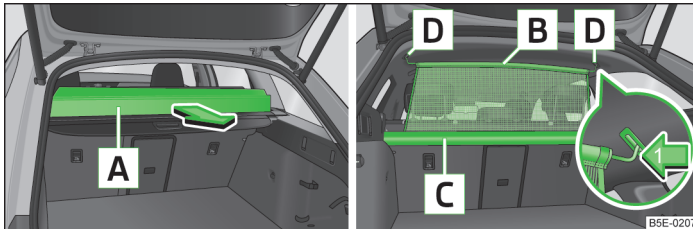
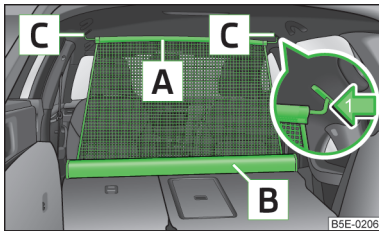

Abb. 100 Teil der aufrollbaren Gepäckraumabdeckung aufklappen / Netztrennwand hinter den Rücksitzen im herausgezogenen Zustand
Abb. 102
- Sich überzeugen, dass die Querstange der Netztrennwand fest in den Aufnahmen **D** » Abb. 100 auf Seite 95 bzw. **C** » Abb. 102 auf Seite 96 eingehängt ist.
- Einen Teil der aufrollbaren Gepäckraumabdeckung **A** in Pfeilrichtung » Abb. 100 aufklappen.
- › Die Netztrennwand an der oberen Querstange **A** aus dem Gehäuse **B** » Abb. 102 ziehen.